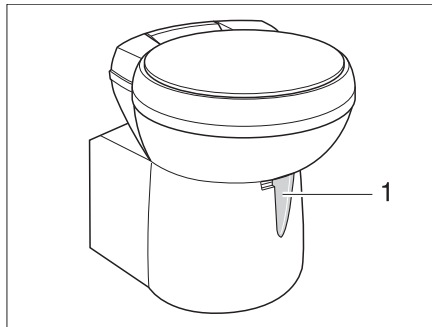

Bild 271 Thetford-Toilettenschüssel, schwenkbar
- Vor dem Spülen den Schieber der Thetford-Toilette öffnen. Dazu den Schieberhebel (Bild 271,1) entgegen dem Uhrzeigersinn schieben.